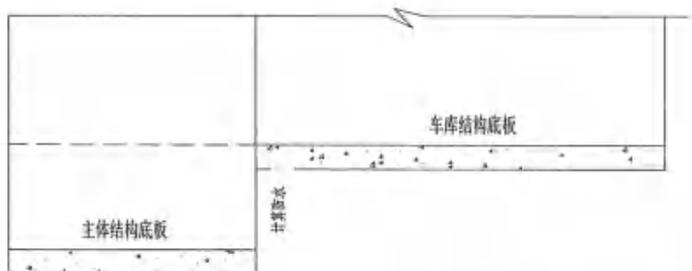

图8-2 主体结构底板和车库结构底板不同标高时的防水部位
(1) 在地下室外墙和外墙柱同位置时,在软件提量中,经常会漏掉混凝土柱子的抗渗混凝土,只计算外墙为抗渗混凝土。
(2) 成组团小区,各个单体的外墙,施工单位经常将所有地下室外墙按照抗渗混凝土计算,实际应该充分分析混凝土的迎土面,按照与外侧土体接触的部位,计算抗渗混凝土,重点需要注意转角处的迎土情况。
(3) 主楼地下室外墙及基础与车库基础不在同一平面, 同时主楼基础低于车库基础时, 外墙在车库底板下方迎土面要计算抗渗混凝土, 如图8-2所示。